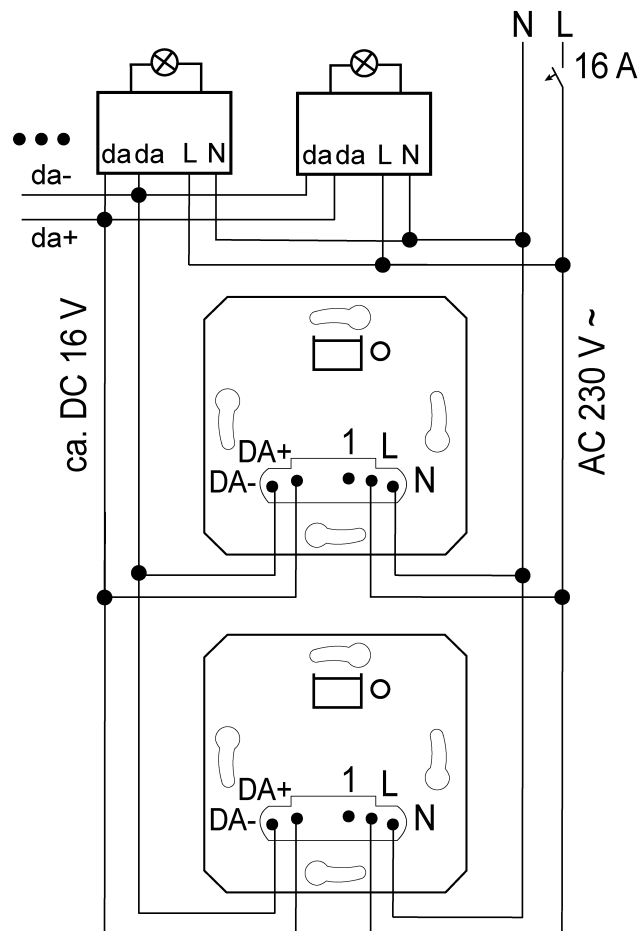

Figure 3: Branchement en parallèle de mécanismes DALI
- Lors du branchement en parallèle de plusieurs mécanismes DALI, veiller à respecter les polarités (Figure 3).